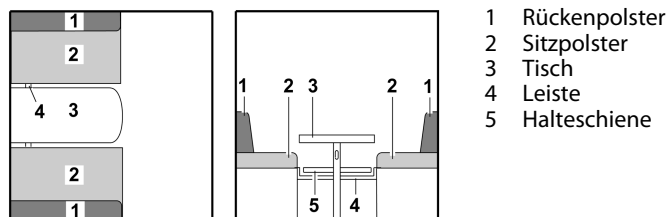

Bild 66 Vor dem Umbau
- Tisch (Bild 66,3) zum Bettunterbau umbauen (siehe Abschnitt 7.7).
- Leiste (Bild 66,4) einlegen oder zur Mitte ziehen. Die Leiste ist richtig positioniert, wenn sie die Tischplatte direkt hinter dem Tischfuß abstützt.